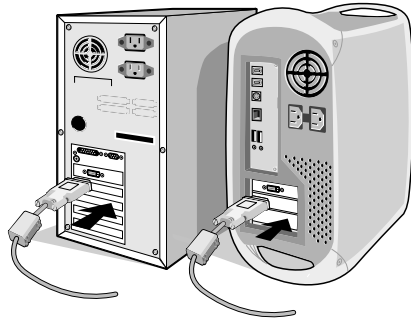

Figure A.1
2. **Pour un PC ou un Mac équipé d'une sortie numérique DVI :** branchez le câble signal DVI au connecteur de la carte graphique de votre système (**Figure A.1**). Serrez toutes les vis.